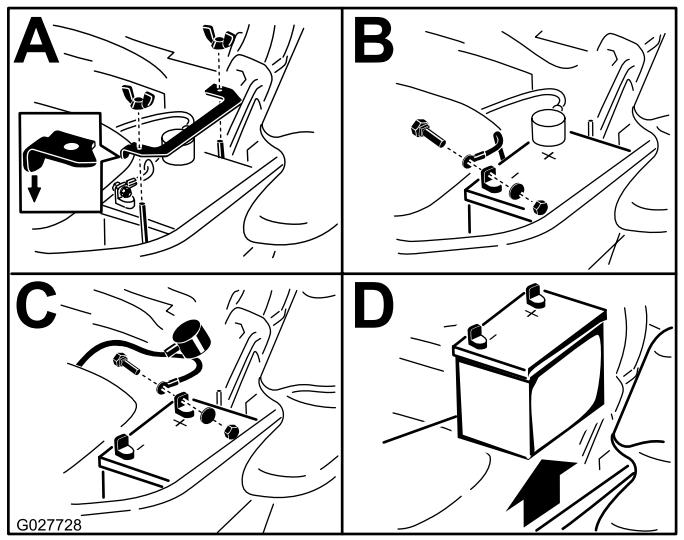

Bild 66
3. Nehmen Sie die Batterie heraus, wie in Bild 66 abgebildet.